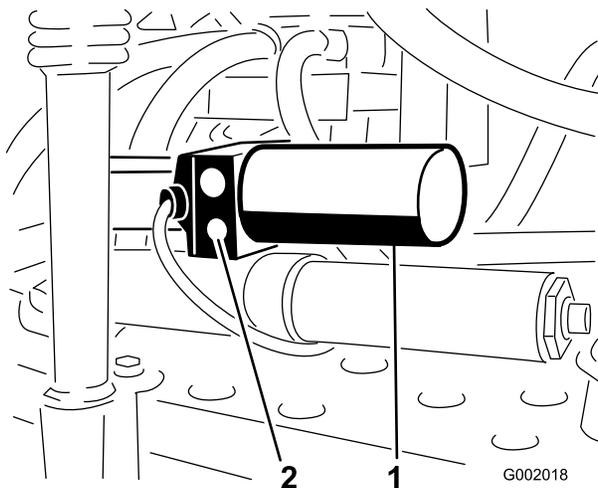

Figura 52
1. Coloque a válvula de descarga manual no accionador para cada rampa. A válvula de descarga manual é a válvula de descarga mais pequena e encontra-se num dos lados do corpo do accionador (Figura 52).